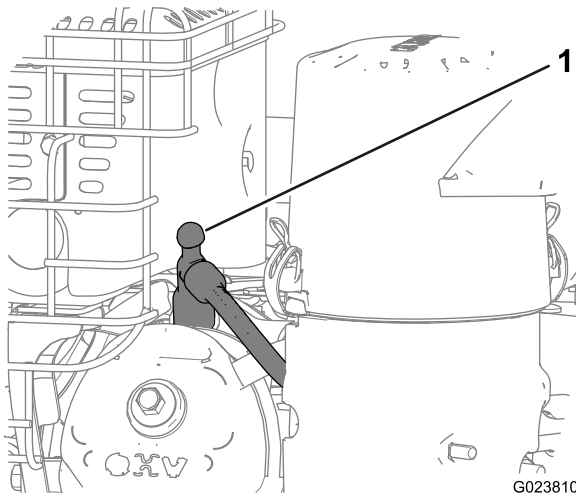

Figure 18
3. Débranchez le fil de la bougie (Figure 18).